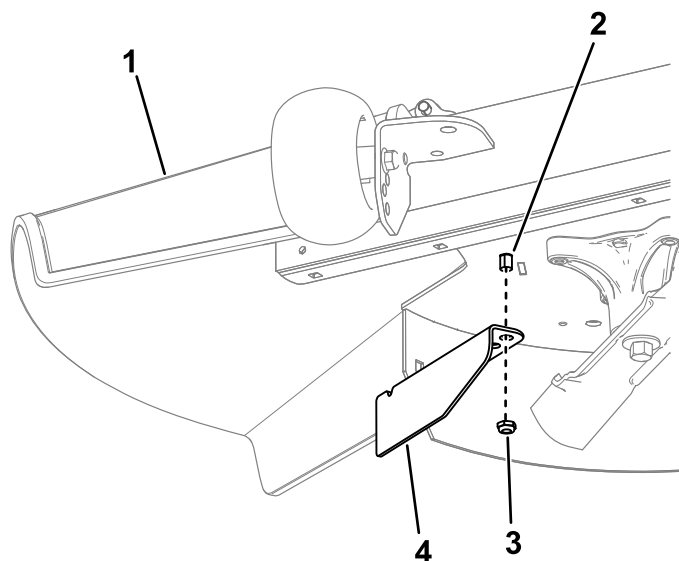

Figure 15
11. Fixez le déflecteur d'ouverture sur la tige du déflecteur d'herbe avec l'écrou en utilisant le trou extérieur du déflecteur (Figure 15).
10. Retirez l'écrou de la tige de déflecteur d'herbe sous le plateau de coupe (Figure 15).